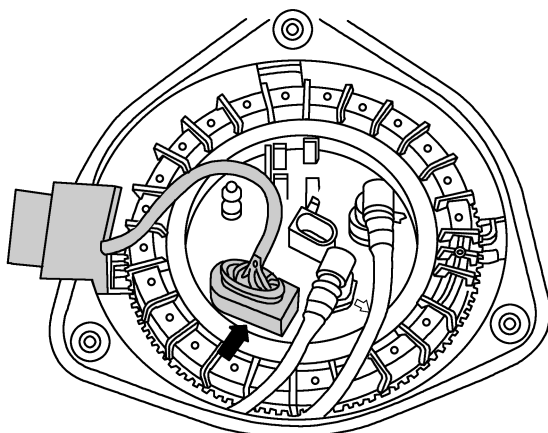

图 9-2-20 松开并拔出电气插头
- (1) 拆下后座椅, 松开并拆下右侧密封法兰盖板。
- (2) 如图 9-2-20 箭头所示, 将密封法兰上的电气插头松开并拔出。